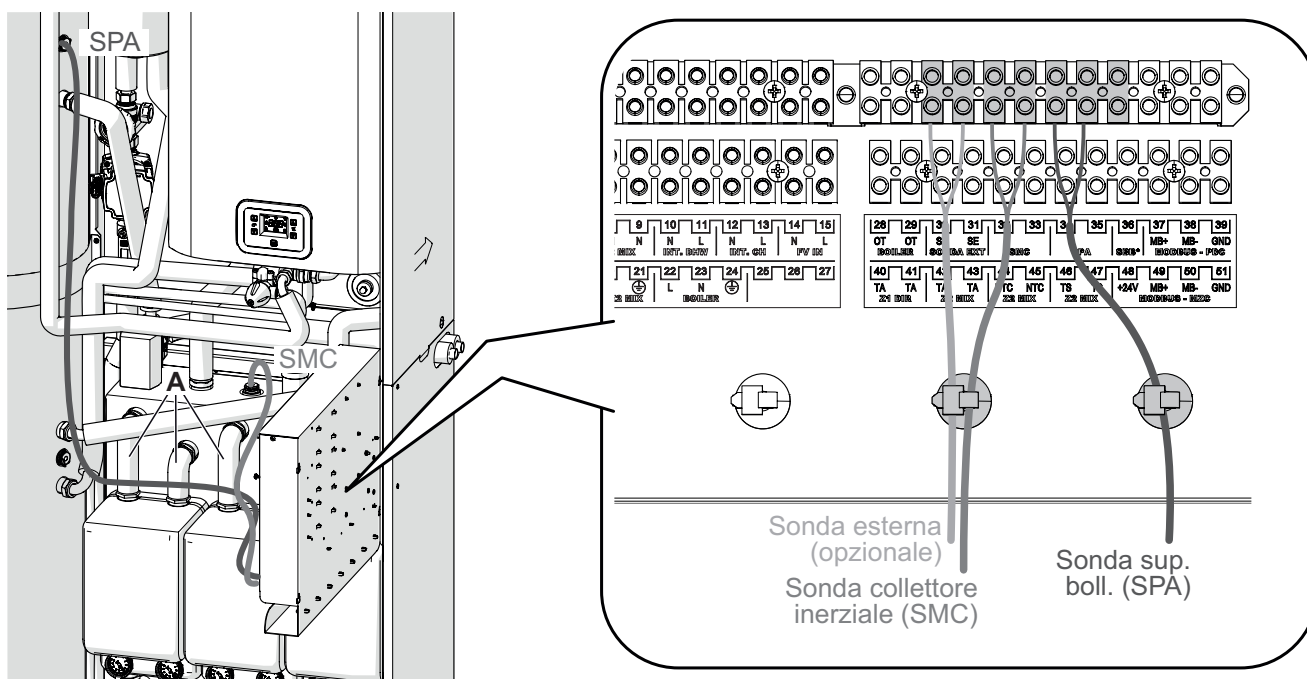

Figura 2.36
- Inserire le sonde nei rispettivi pozzetti, far scorrere i cavi dietro i tubi (A) dei gruppi di rilancio, tagliarli a misura e collegarli alle morsettiere. Bloccarli con l'apposita fascetta (Figura 2.36).